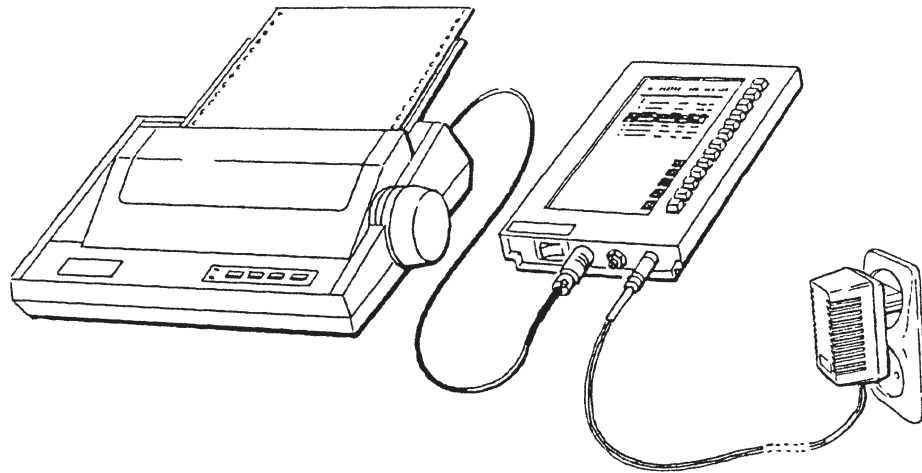

Figure 10. CDS directement connecté à une imprimante.
- Le CDS peut être amené au bureau où il est connecté à une imprimante (figure 10) et avec le Menu d'impression du CDS on peut imprimer une copie du rapport.